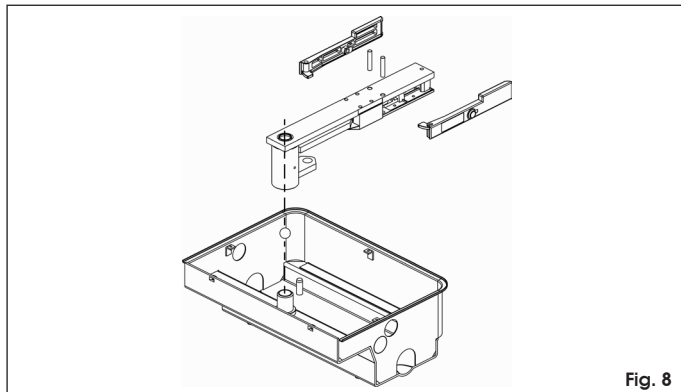

Fig. 8
1. Zet de ontgrendelingshendels in elkaar op de draagbeugel, en zet deze op de pen van de behuizing, samen met de bijgeleverde kogel (Fig. 8).